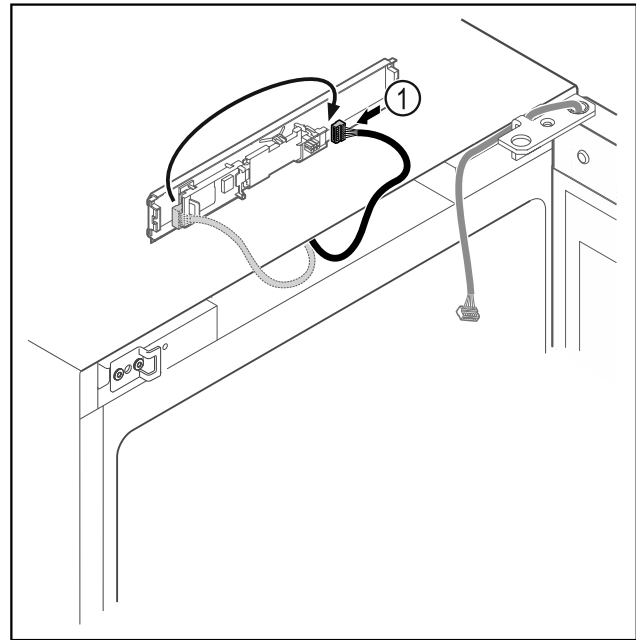

Fig. 15
- ▶ Stecker Fig. 15 (1) auf Platine umstecken.